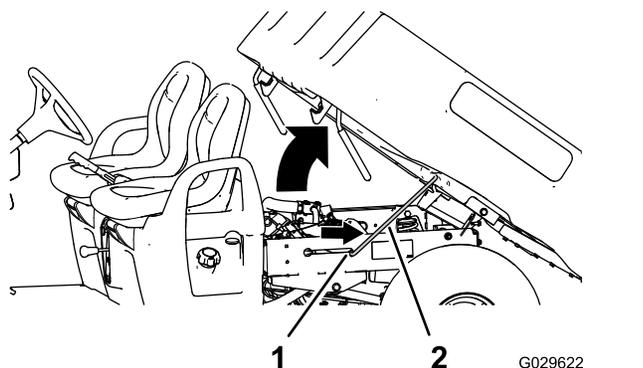

Рисунок 14
- Вставьте опорную стойку в фиксирующий паз для удерживания кузова (Рисунок 14).
- Вытяните опорную стойку из паза с фиксацией (Рисунок 14).
- Опустите кузов, чтобы он надежно зафиксировался на месте защелками (Рисунок 14).